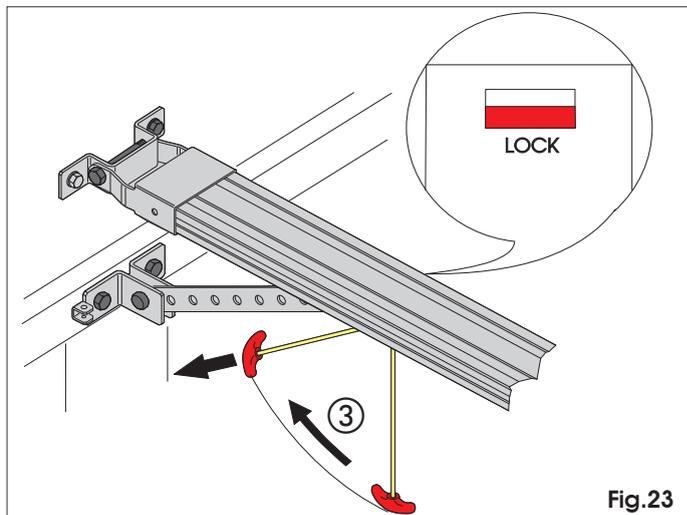

Fig.23
- 4) Tirer la poignée de déverrouillage horizontalement en direction de la porte (Fig. 23). Contrôler qu'au relâchement de la poignée, la fenêtre LOCK sous le chariot est de couleur rouge. Actionner manuellement la porte pour retrouver le point d'accrochage du chariot.